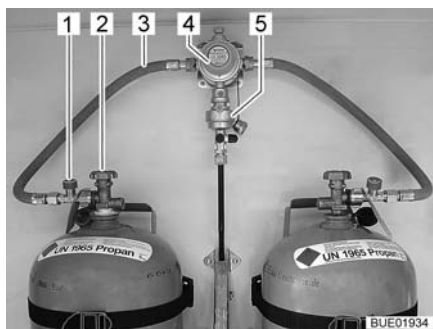
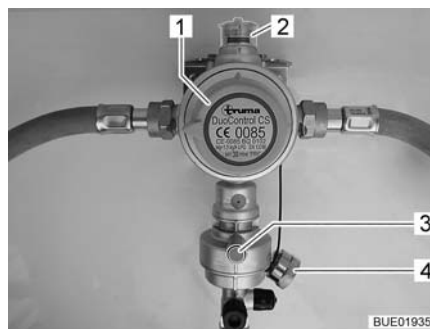

Fig. 77 Bombole del gas con DuoControl
Fig. 78 Impianto di regolazione DuoControl
L'impianto di regolazione DuoControl consiste in una valvola di commutazione (Fig. 77,4) e un sensore crash (Fig. 77,5). L'impianto di regolazione DuoControl è installato tra i tubi flessibili del gas (Fig. 77,3) con un dispositivo antirottura del tubo flessibile (Fig. 77,1). Con la manopola (Fig. 78,1) sulla valvola di commutazione è possibile stabilire quale delle bombole del gas viene utilizzata come bombola in uso e quale come bombola di riserva.
Nella finestra di controllo (Fig. 78,2) viene visualizzato lo stato del rifornimento di gas:
Il funzionamento con una sola bombola del gas è consentito, ma in questi casi il collegamento aperto deve essere assolutamente chiuso con una copertura cieca (Fig. 78,4).
**Sensore crash** Il sensore crash blocca l'alimentazione del gas in caso di forti vibrazioni (es. incidente). Il sensore crash viene azionato mediante pressione del tasto reset verde (Fig. 78,3).
**Dispositivo antirottura del tubo flessibile** Il dispositivo antirottura del tubo flessibile (Fig. 77,1) blocca il flusso di gas quando il tubo flessibile collegato si rompe. Il dispositivo antirottura del tubo flessibile deve essere attivato premendo il tasto verde.
**Centralina di controllo** Tramite la centralina di controllo (Fig. 79) è possibile attivare e disattivare l'alimentazione del gas tramite l'impianto di regolazione DuoControl. Le valvole principali di arresto (Fig. 77,2) delle bombole del gas e i rubinetti di arresto del gas degli apparecchi devono essere aperti manualmente.
- Con la manopola (Fig. 78,1) sulla valvola di commutazione selezionare la bombola del gas, da cui proviene la principale alimentazione del gas (bombola in uso). Girare la manopola fino all'arresto.
- Aprire le valvole principali di arresto (Fig. 77,2) delle bombole del gas.
- Premere il tasto verde del dispositivo antirottura del tubo flessibile (Fig. 77,1). Nella finestra di controllo (Fig. 78,2) viene visualizzato il simbolo verde.
- Chiudere le valvole principali di arresto (Fig. 77,2) delle bombole del gas.
Se la spia di controllo verde (Fig. 79,6) si spegne durante il funzionamento e la spia di controllo rossa (Fig. 79,5) si accende, significa che la bombola in uso è vuota e deve essere sostituita. Nella finestra di controllo (Fig. 78,2) viene visualizzato il simbolo rosso. La bombola di riserva continua ad alimentare le utenze a gas.
- Ruotare di mezzo giro la manopola (Fig. 78,1) in direzione della bombola del gas utilizzata. In questo modo questa bombola del gas ora è la bombola in uso, mentre la bombola del gas vuota diventa la bombola di riserva. Il simbolo nella finestra di controllo (Fig. 78,2) passa da rosso a verde.
- Chiudere la valvola principale di arresto (Fig. 77,2) della bombola del gas vuota. Osservare la direzione della freccia.
- Premere il tasto verde del dispositivo antirottura del tubo flessibile (Fig. 77,1).